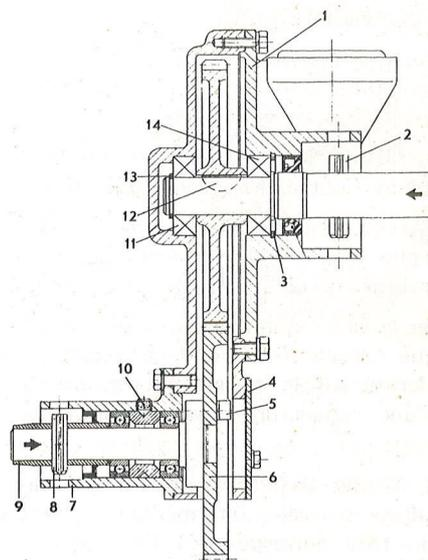

Figure 33. Démarrage manuel, MD3B (nouveau modèle)
1. Enlever les vis et déposer le couvercle (1, figure 33), en même temps que le pignon et l'arbre.
2. Extraire la goupille (2) et pousser l'arbre dans la direction indiquée par la flèche.
3. S'il faut démonter les paliers, (11 et 14), commencer par enlever le jonc de verrouillage (3). REMARQUE: Il faut enlever la clavette (12) avant de pouvoir démonter le palier (14).
4. Démontez le couvercle (4).
5. Enlever les vis (5) et démonter le pignon (6).
6. Dévisser la douille (7).
7. Extraire la goupille (8) et retirer la douille (9).
9. Enlever la vis de verrouillage (10) et extraire les paliers, la rondelle entretoise et le joint d'étanchéité.